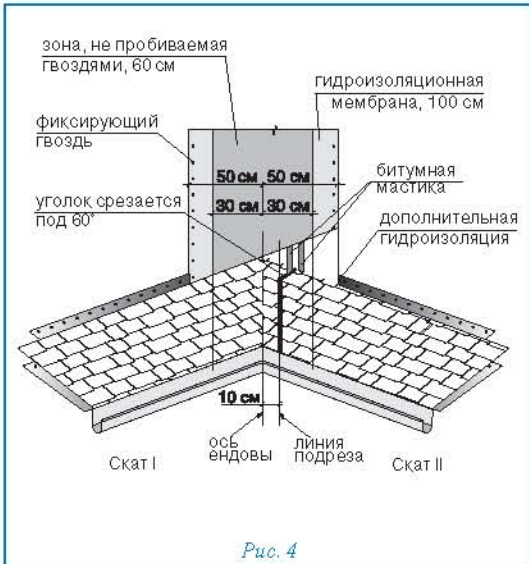

Рис. 4
Ендова (рис. 4)
- на прилегающем скате (II) вдоль оси ендовы на расстоянии 30 см от нее отбивается линия;
- лист, подходящий к ендове со ската II, должен доходить до линии подрезки и обрезаться по ней. Верхний уголок обрезанного края листа подрезается под углом 60° (5 × 3 см — рис. 4);